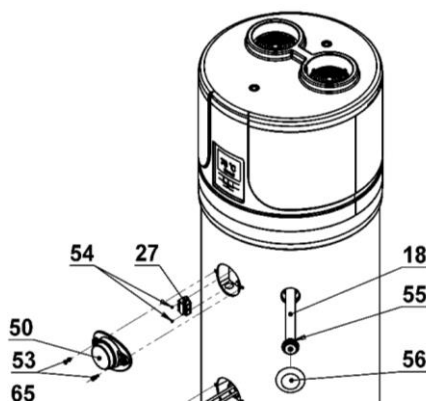

Fig. 14
10.1. Resetarea termostatului de protecție 27 (Fig.14)
- Dați jos (Demontați) panoul decorativ superior deșurubând șuruburile de fixare corespunzătoare (Fig. 14).;
- Apăsăți manual butonul termostatului de siguranță până când auziți un sunet (Fig. 14).
10.4. Anodi de magneziu 18. (Fig. 14)